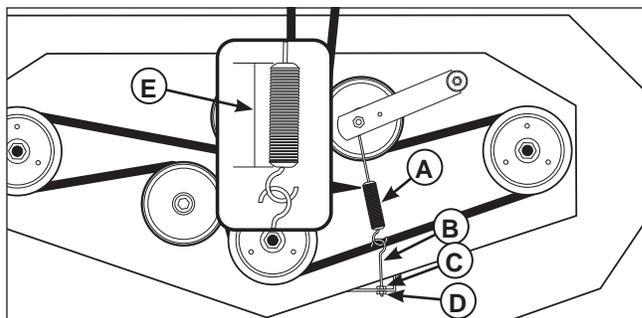

Figura 22. Longitud del resorte del rodillo tensor de la correa del cortacésped
- Mida la longitud de bobina del resorte del tensor de la correa del cortacésped (A, Figura 22). La medida debe ser igual 6-1/4" (15,9 cm). Si la medida no equivale 6-1/4" (15,9 cm), ajuste la longitud del resorte del rodillo tensor de la correa del cortacésped.